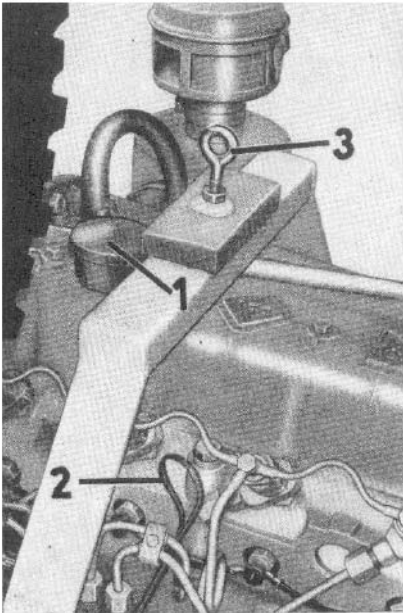

Bild 23. Ölkontrolle, Motor
(1) Ausgleichbehälter
(2) Verschlusskappe
6. Ölstand im Motor überprüfen und nötigenfalls bis zum vorgeschriebenen Stand Öl nachfüllen. Der Motorenölstand ist mit vorher abgewischnem Ölmesstab (Bild 23/2) zu überprüfen. Der Ölstand muß im Bereich der beiden Kerben des Ölmesstabes liegen. Ist ein Nachfüllen erforderlich, so ist vorher der Verschlussdeckel (Bild 23/1) durch drehen nach links abzunehmen und anschließend Motorenöl einzufüllen. Bei Motorenölwechsel sind 5,5 l Motorenöl in das Kurbelgehäuse aufzufüllen = obere Kerbe am Ölmesstab.